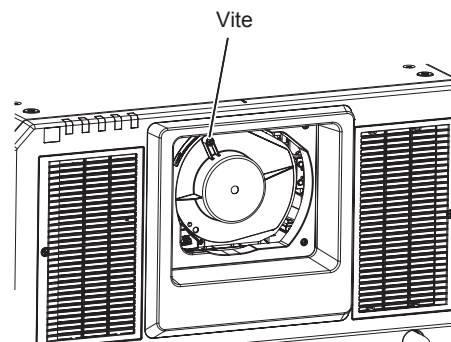

Fig. 3
- 4) **Fissare la copertura del foro dell'obiettivo. (Fig. 3)**